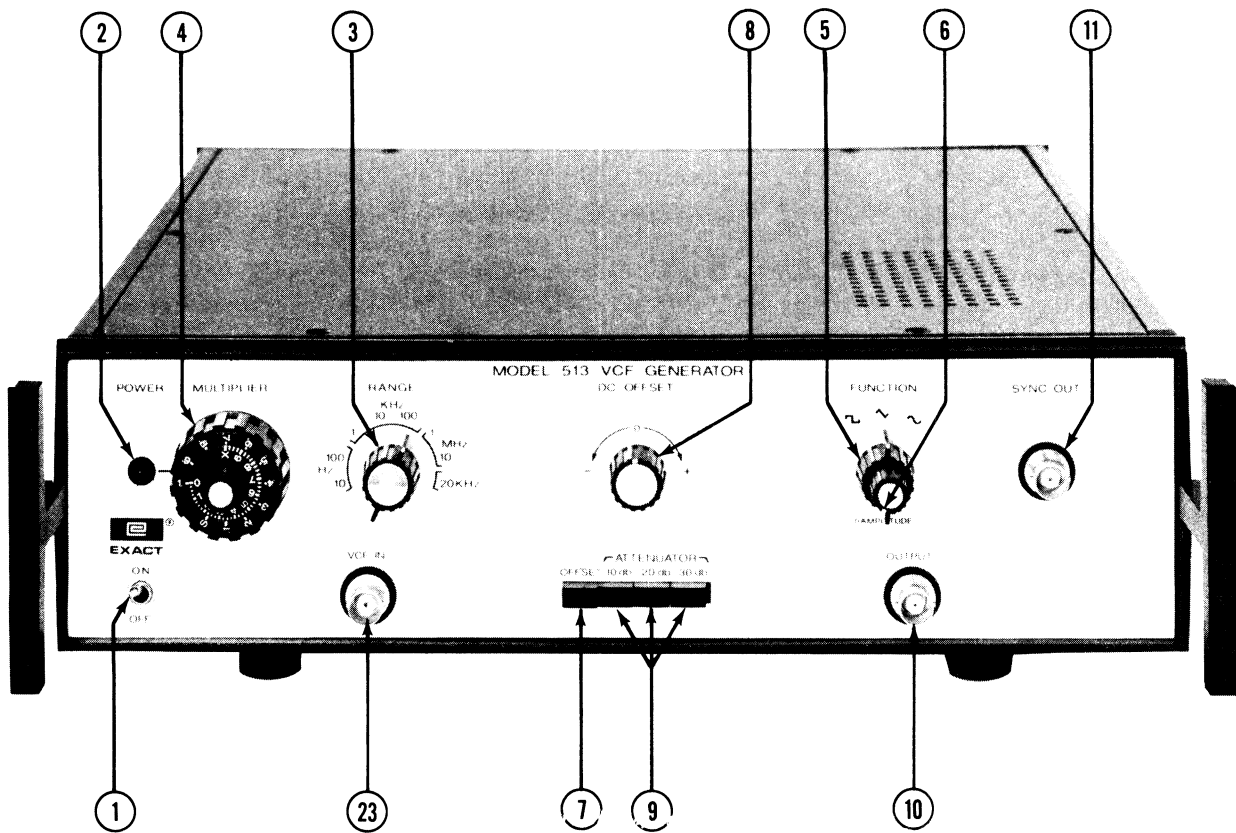

Figure 2.1.1. MODEL 513 FRONT PANEL FAMILIARITY
2.1 FRONT PANEL FAMILIARITY (Fig. 2.1.1)